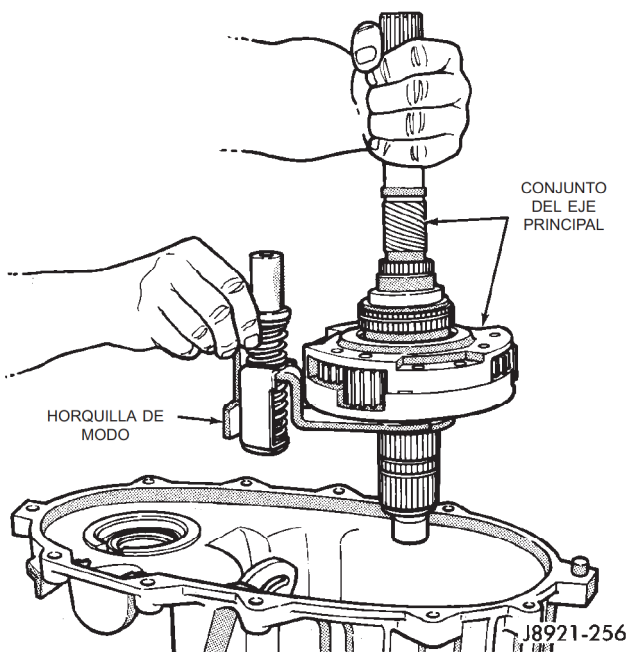

Fig. 79 Instalación de eje principal y horquilla de modo ensamblados
(16) Instale la horquilla de modo y el conjunto del eje principal en la caja (Fig. 79). Haga girar ligeramente el eje principal para acoplarlo con los engranajes de baja.
(17) Haga girar el pasador de la horquilla de modo dentro de la muesca del sector de cambio.